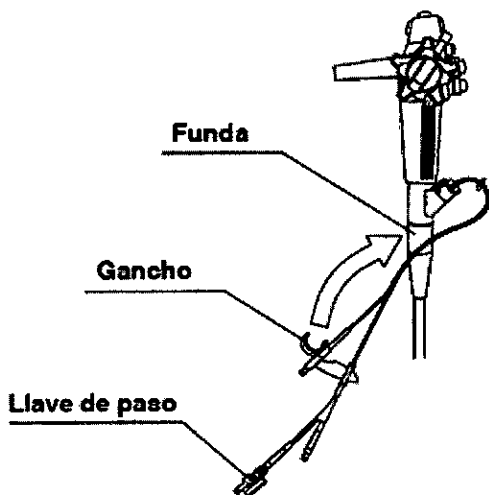

Figura 4
1. Introduzca el gancho en el manguito del endoscopio y asegúrese de que está sujeto (véase la Figura 4).